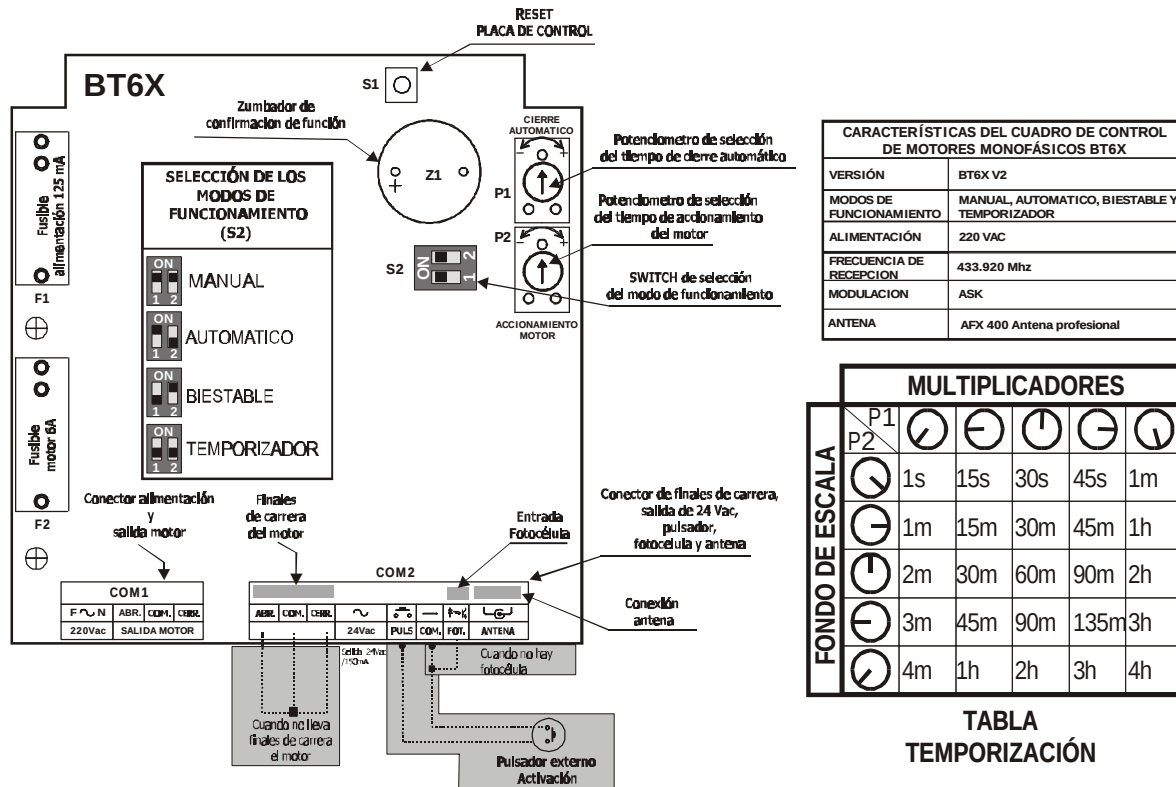

Fig. 1
10. Si se elige el modo manual o automático, y no se utilizan los finales de carrera del motor o la fotocélula, es necesario puentear (Fig.1) las entradas de los finales de carrera (abierto-cerrado) con la salida común de estos y la fotocélula con el común de esta.
12. Si se ha seleccionado modo **TEMPORIZADOR**: Se selecciona el tiempo de temporización en combinación de los dos potenciómetros, teniendo en cuenta que P2 selecciona el fondo de escala deseado y con P1 se selecciona el valor de temporización deseado, según se indica en la tabla de temporización de la **fig. 1**.